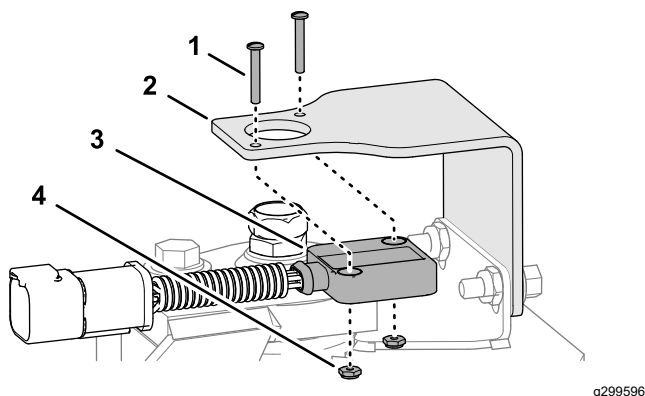

Figure 18
- Montez le capteur de position de la direction sur son support à l'aide de 2 vis à tête tronconique (n° 4 $\times \frac{3}{4}$ po) et contre-écrous (n° 4), puis serrez les vis et les contre-écrous (Figure 18).